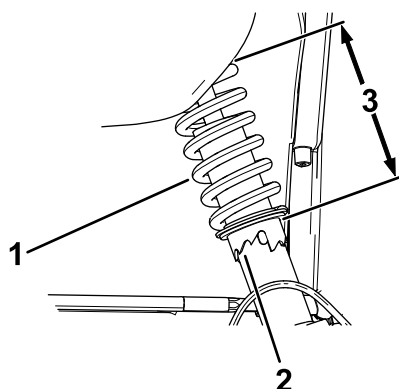

Figura 40
2. Si la caída de la rueda no está alineada, utilice la llave de tuercas para girar el collarín en el amortiguador y alinear la rueda (Figura 40).